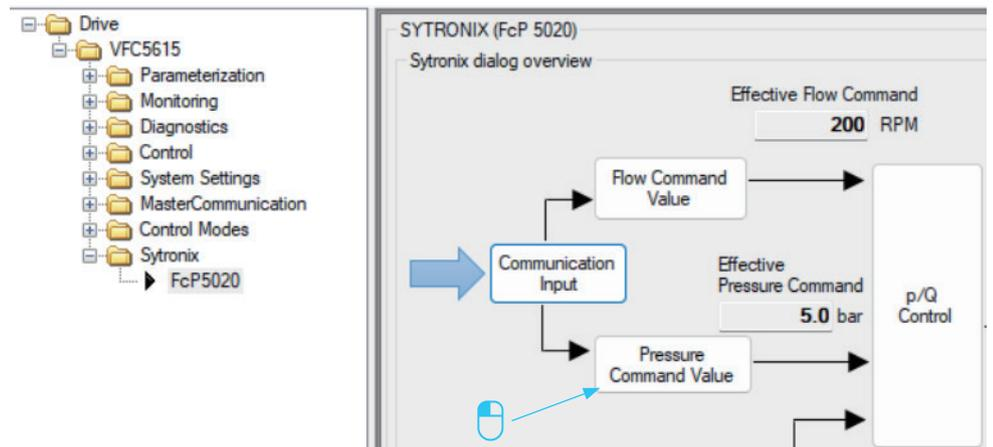

图 25: 可切换压力给定 1/2
1. 按“压力给定”（请参见图 25: 可切换压力给定 1/2）。